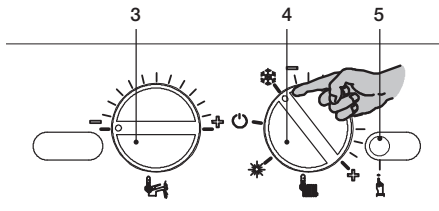
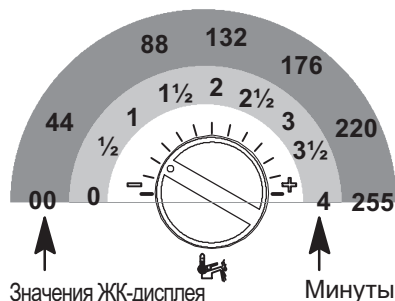

Рисунок 5.35
Рисунок 5.39
- Прежде чем включить электропитание котла, установите регуляторы 3 и 4 так, как показано на рисунке (см. Рисунок 5.35).
Нажмите кнопку сброса 5 (Рисунок 5.35) и пролистайте параметры до P11, предназначенного для настройки постциркуляции насоса. На ЖК-дисплее последовательно отобразятся следующие символы (параметр P11 будет загораться поочередно с 44).
Чтобы изменить настройку, поверните регулятор температуры горячего водоснабжения 3 (Рисунок 5.35) и установите его на выбранное время, как показано на следующем рисунке (Рисунок 5.39).
Шаг настройки регулятора 3(Рисунок 5.35) соответствует отображаемому на ЖК-дисплее значению 44 (40 секунд). Это значение можно установить на максимум 255 (4 минуты). На ЖК-дисплее при этом будут поочередно загораться P11 и 60.